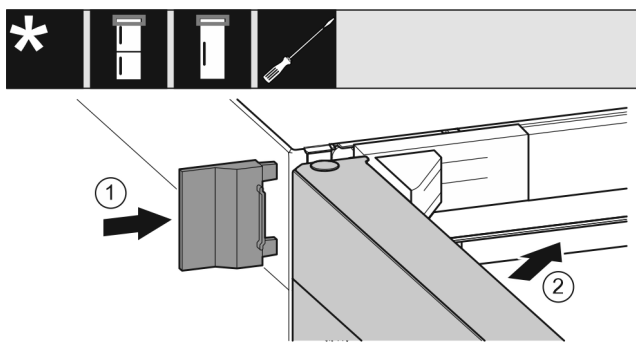

Fig. 21
- ▶ Desplazar la cubierta exterior. *Fig. 21 (1)*
- ▶ Cerrar la puerta superior. *Fig. 21 (2)*